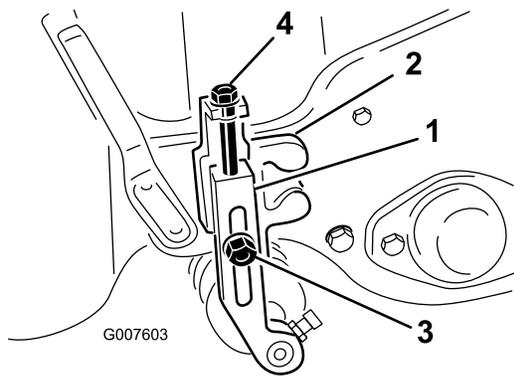

Figura 51
2. Allentate i dadi di bloccaggio che fissano i bracci dell'altezza di taglio alle relative staffe (Figura 51).